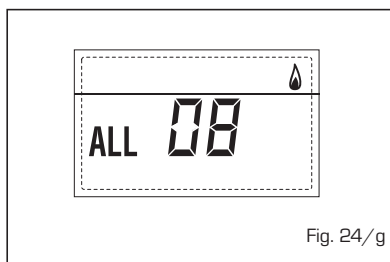

Fig. 24/g
**- ANOMALIA CIRCOLAZIONE ACQUA "ALL 09"** (fig. 24/h)